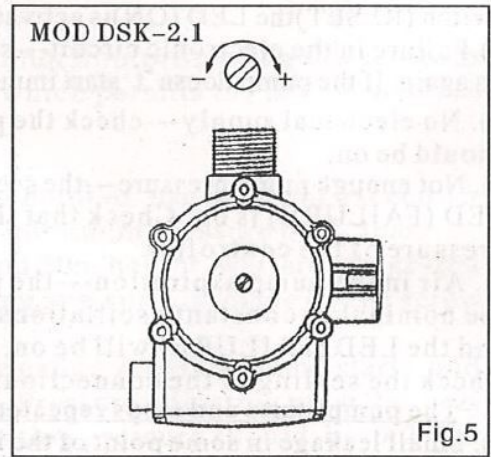

Fig. 5
- Bei Durchführung der Stromanschlüsse die Schaltpläne von Abb. 5 beachten.